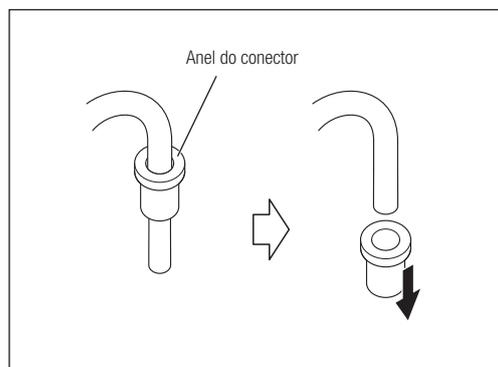

Fig. 52
- 4) Retire o anel conector do tubo de irrigação. Não o elimine. Pode utilizar o anel na bomba de irrigação de substituição (Fig. 52).